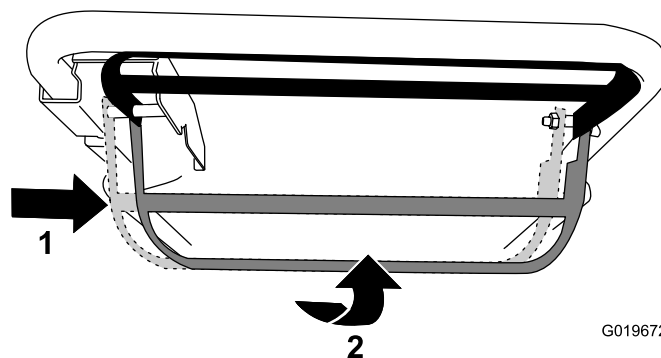

図 17
- ブレードを回転させながら自走する場合 ブレードコントロールバーを右端に寄せてハンドル側に握り込む 図 17。